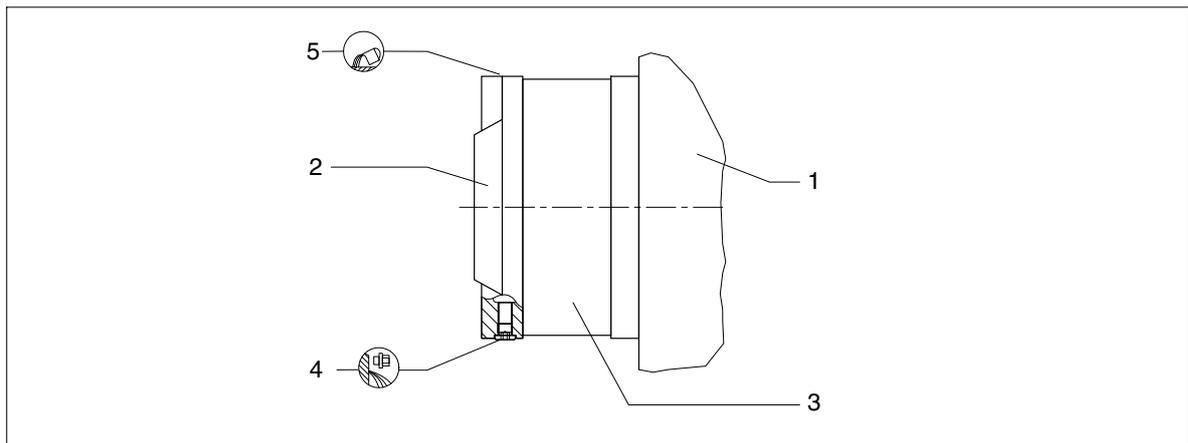
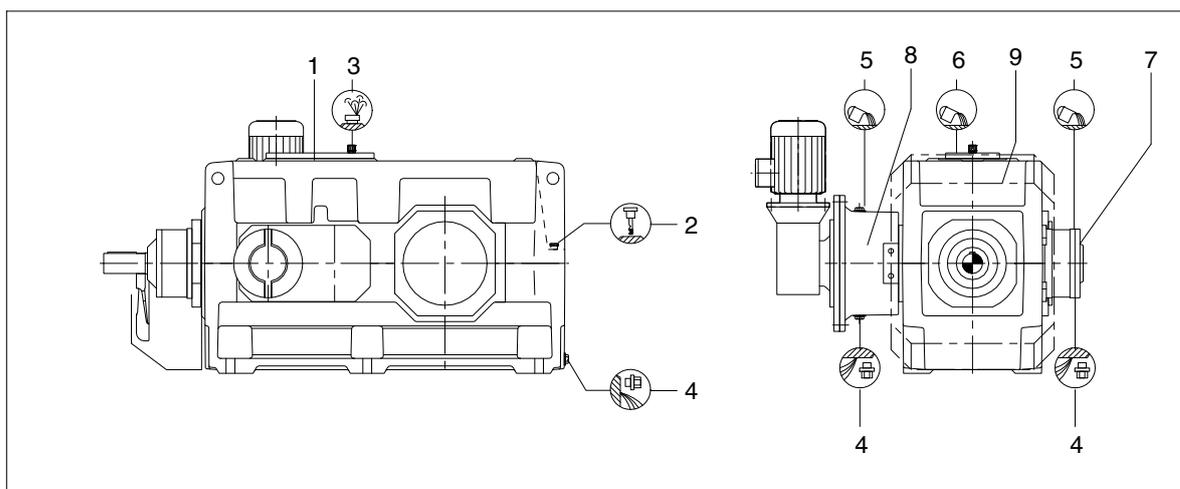

Figura 64: Transmissão com bloqueio de marcha-atrás
Figura 66: Abastecimento e drenagem do óleo nas transmissões do tipo B... ≥ 13 com accionamento auxiliar
A colocação em funcionamento pode ocorrer depois de abastecer a quantidade de óleo, indicada no respectivo aviso, através do bujão roscado previsto para o efeito (5) no bloqueio de marcha-atrás (7) e no flange intermediário do acoplamento de avanço (8) (ver figura 64 e figura 66 no ponto 7.1.2).